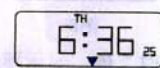

图6
6.1 按“取消/恢复”键四次取消键盘锁定功能，“”消隐，如图6所示。